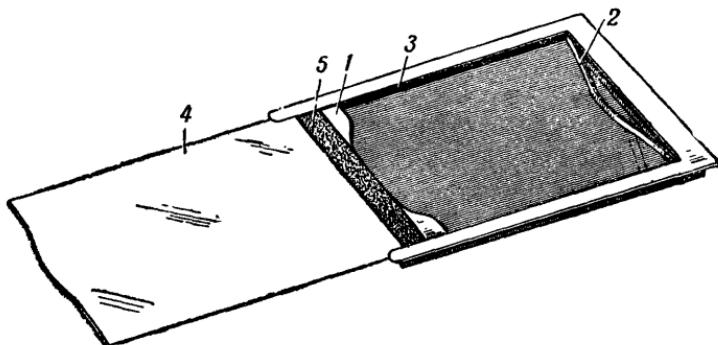

Рис. 16. Кассета для пластиинок:
дерева, теперь же их штампуют из металла. На рис. 16 изображена обычная кассета. Фотографическая пластиинка вкладывается в кассету светочувствительным слоем вверх и закрепляется язычками (1), под которые она поджимается пружиной (2). По краям кассеты находятся пазы (3), в которые вдвигается крышка (4). При задвинутой крышке кассета делается совершенно светонепроницаемой.
лялась крышка кассеты? На рис. 16 показано, чем достигается светонепроницаемость в этом месте кассеты. На край кассеты наклеена Полоска плюша с высоким ворсом (5). Точь в точь такая же полоска наклеена и на задней стенке фотокамеры, так что при вдвинутой кассете они соприкасаются друг с другом. Ворсинки ткани создают светонепроницаемую преграду, но, конечно, не составляют никакого препятствия для вдвигания крышки кассеты.